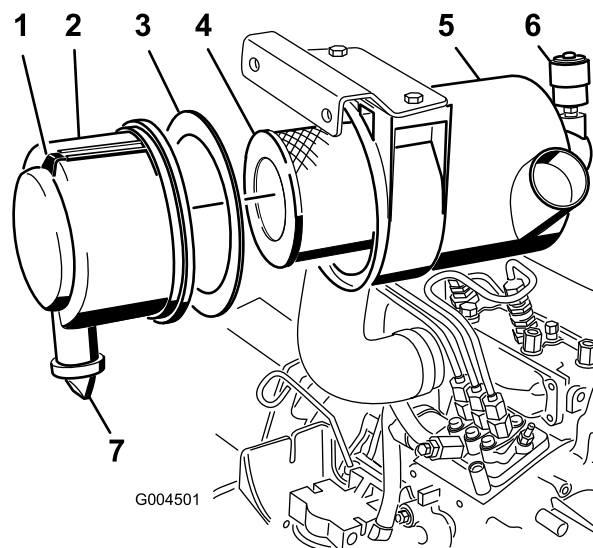

Figura 39
2. Efectue a manutenção do filtro de ar quando o indicador do filtro de ar (Figura 39) ficar vermelho ou a cada 400 horas (com maior frequência em condições de trabalho muito sujas ou poeirentas). Não efectue a manutenção do filtro de ar com demasiada frequência.
1. Puxe o trinco para fora e rode a cobertura do filtro de ar no sentido contrário ao dos ponteiros do relógio (Figura 39).
2. Retire a cobertura do corpo do filtro de ar (Figura 39).
4. Retire e substitua o filtro primário (Figura 39).
6. Certifique-se de que a junta de espuma está no lugar na tampa e de que não está rasgada nem danificada (Figura 39).
- A. Limpe a válvula de saída de borracha da tampa (Figura 39).
10. Reinicie o indicador (Figura 39), se este estiver vermelho.